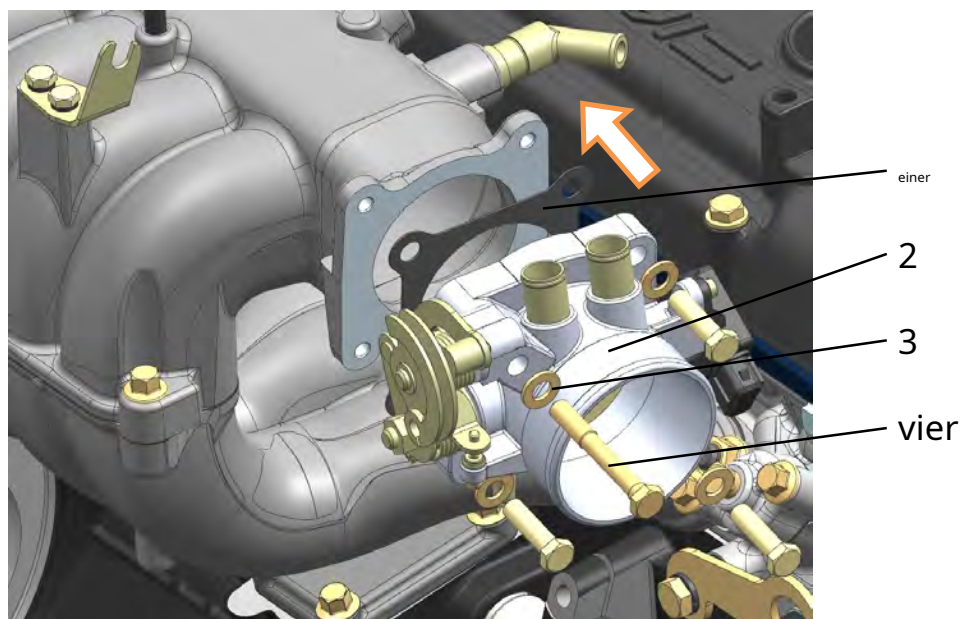

Abb. 197. Choke-Einstellung:
2. Drosselklappe 2 (Abb. 197) mit Dichtung 1 einbauen und Schrauben 4 . festziehen Befestigungselemente mit Unterlegscheiben 3 mit einem Drehmoment von $11,8 \dots 17,6 \text{ N} \cdot \text{m}$ ($1,2 \dots 1,8 \text{ kgf} \cdot \text{m}$).